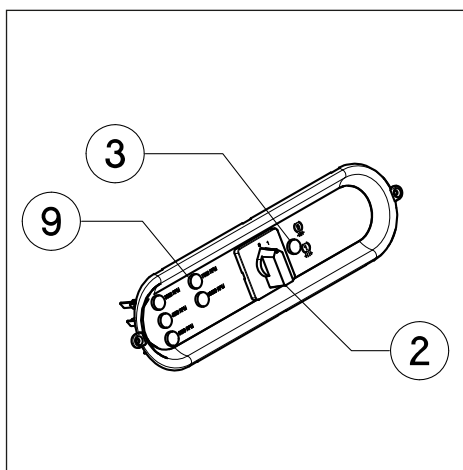
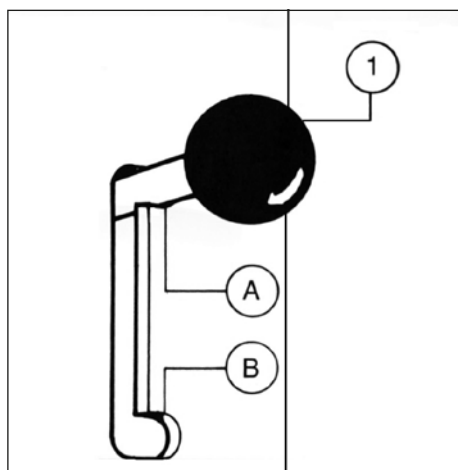
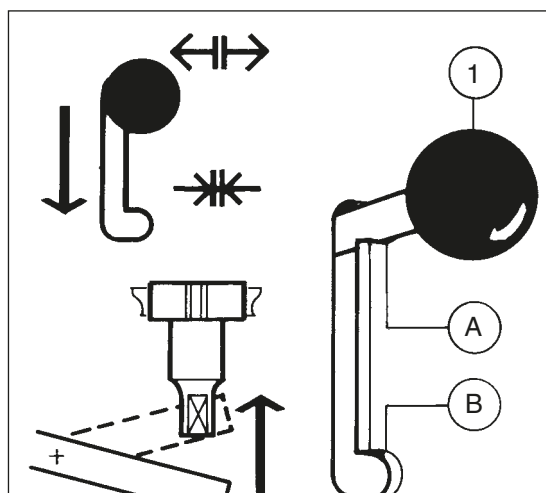

Fig.15
Fig.16
Fig.28
- Il est impossible de faire démarrer la machine si la porte d'accès de la machine est ouverte ou si l'interrupteur de défreinage (2) est dans la position "1" et le témoin orange (3) est allumé. Il est également impossible de faire démarrer la machine quand le blocage de l'arbre (voir fig.16) est engagé. L'affichage des vitesses s'effectue par les voyants lumineux (9)
- En option, la mise en hauteur de l'arbre de toupie s'effectue à l'aide du bouton (10).
- Mettre l'interrupteur de défreinage (fig.15,2) dans la position "1" afin de libérer l'arbre toupie du moteur-frein.
- Ensuite pousser la poignée (fig.16,1) vers le bas afin de l'introduire dans la gorge d'arrêt située sur la bâti (B).
- Pour remettre la machine en état de démarrage, veillez à ce que le verrou se trouve dans la position haute (fig.16,A) et que l'interrupteur de défreinage se trouve dans la position "0" (fig.15,2).
La machine est équipée d'un moteur-frein qui s'entraîne automatiquement du moment que l'arrêt d'urgence ou le bouton "STOP" (fig.15,6 et 7) est actionné.
La mise en place des arbres interchangeables doit s'effectuer en propreté et avec les plus grands soins. Il est indispensable de nettoyer les arbres et la cône avec un chiffon propre et de les huiler légèrement avant de les mettre en place. Le changement se fait de manière suivante : afin de pouvoir tourner l'arbre à la main pour le faire enclencher dans le verrou de l'arbre, mettre l'interrupteur 2 (fig.15) dans la position "1" et mettre la poignée (1) (fig.28) dans la position "B", ensuite tourner l'arbre à la main pour le faire enclencher dans son verrou.
**Il est indispensable d'attendre l'arrêt complet de l'arbre porte-outils avant d'enclencher le levier de verrouillage (fig. 28). Dans la position A l'arbre est libre, dans la position B l'arbre est verrouillé.**
Avant de démarrer la machine, mettre l'interrupteur de défreinage (2) (fig.15) dans la position "0", mettre la poignée (fig.16,1) dans la position "A" et s'assurer que l'arbre tourne librement.
2. En plus, il y a un interrupteur de position pour la détection de la vitesse limitée à 3000 RPM lors du tenonage, qui se trouve sur la fourchette d'affichage des vitesses (fig.28).
Dans le cas où aucun des 2 protecteurs (guide et travail à l'arbre) est mis sur la table, donc pour faire des travaux de tenonage, il est indispensable de mettre la courroie dans la gorge correspondante à la vitesse de 3000 RPM, et de mettre le levier (fig.28,2) sur la position 3000 RPM pour pouvoir démarrer la machine.